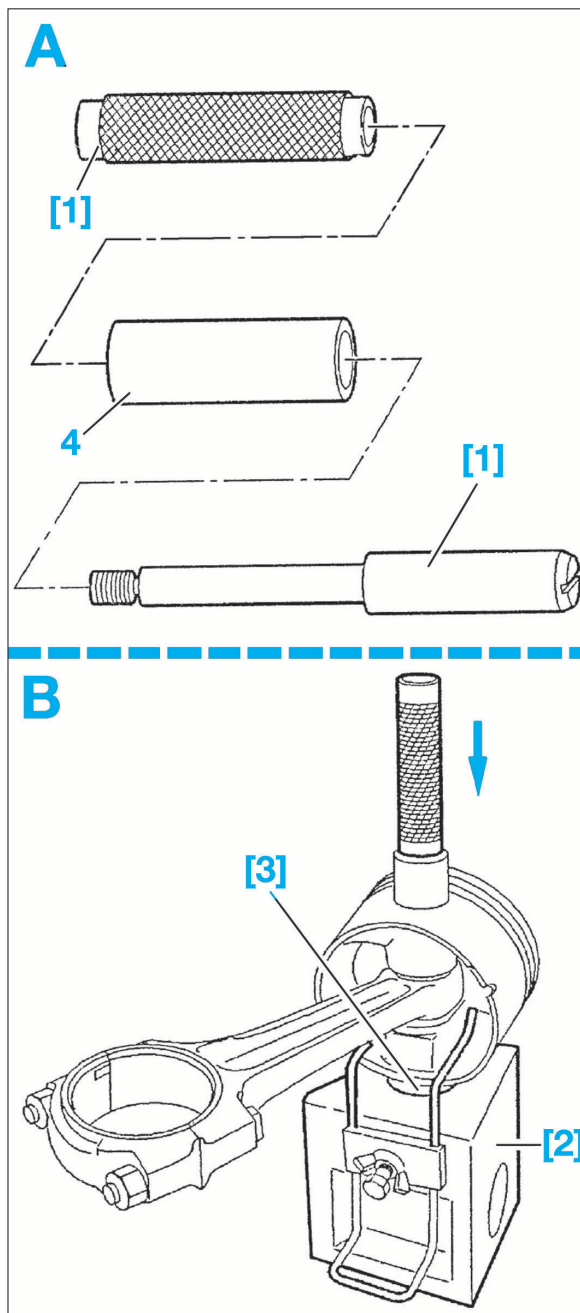

FIG. 43
- [3]. Bague d'appui (outil 0139-SZ) de pose de l'axe de piston (Fig.43).
- Pour réaliser cet assemblage, il est nécessaire d'utiliser un support en "V" (2), un mandrin (1) (outil 0139-B + 0132-D2Z) et une bague (3) au diamètre approprié (outils 0139-SZ) (Fig.43).